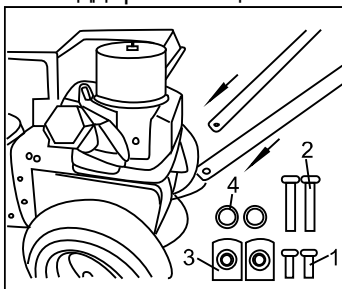
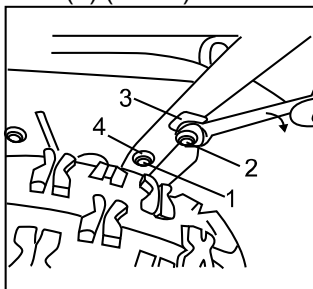

Рис.3
Рис.4
Сборка рукоятки STG5655,STG5656. Установить рукоятку (Рис.3) , закрепить ее 2 болтами М8Х20 (1), шайбами (4), 2 болтами М8Х40 (2) и 2 поддерживающими пластинками (3) (Рис.4).